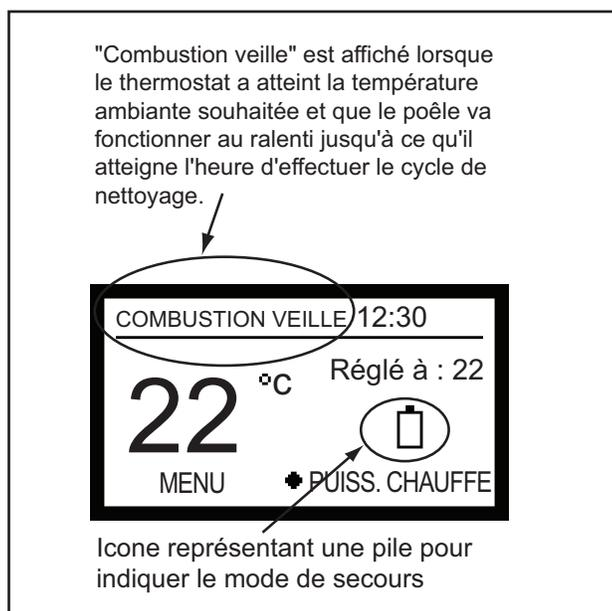

Figure 27.1
- Une icône en forme de pile apparaît sur l'écran de la télécommande murale afin de vous informer que l'appareil fonctionne dorénavant sur la batterie de secours. **Figure 27.1.**